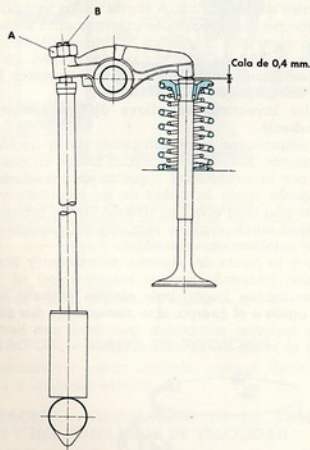

Fig. 20. - Ajuste del juego de válvulas
- 2.º Aflojar primero con una llave la tuerca A (fig. 20) y luego con un destornillador la rótula B, para aumentar el juego entre válvula y balancín.
- Si el juego entre válvula y balancín es mayor que el indicado (V. fig. 20), la distribución resulta ruidosa.